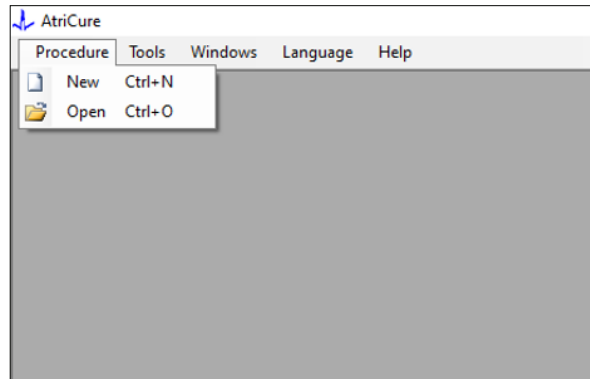
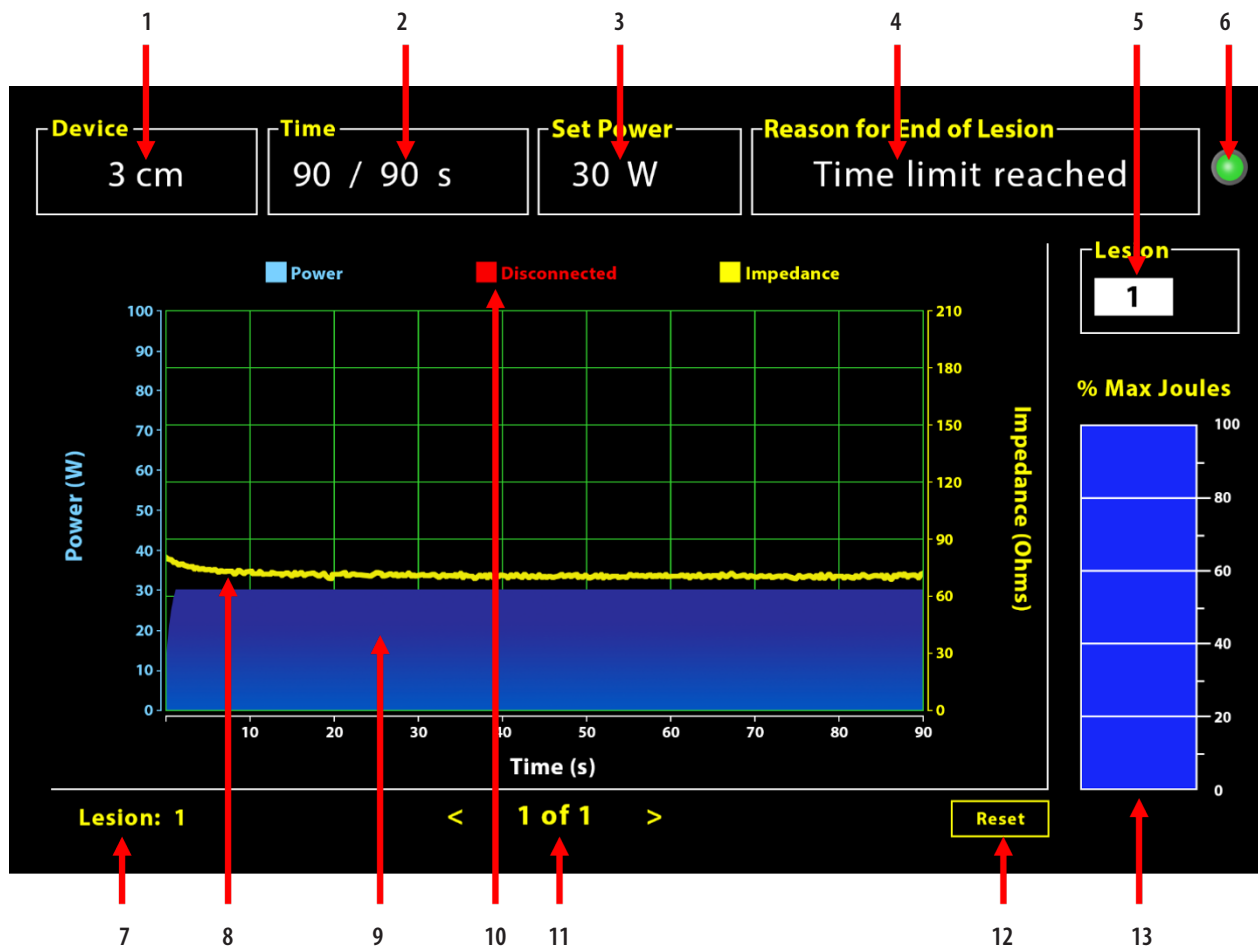

Figure 4 : option pour l'ouverture d'une nouvelle fenêtre de procédure
Figure 5 : Disposition de l'interface du logiciel
2. En sélectionnant Procédure > Nouveau, la fenêtre suivante s'ouvre (voir **Figure 4** et **Figure 5**) :
Le générateur continue de délivrer l'énergie RF pour l'ablation, sauf si l'un des trois critères est satisfait. Ces raisons seront affichées dans la fenêtre « Motif de la fin de lésion » [N°4 dans la Figure 5] :